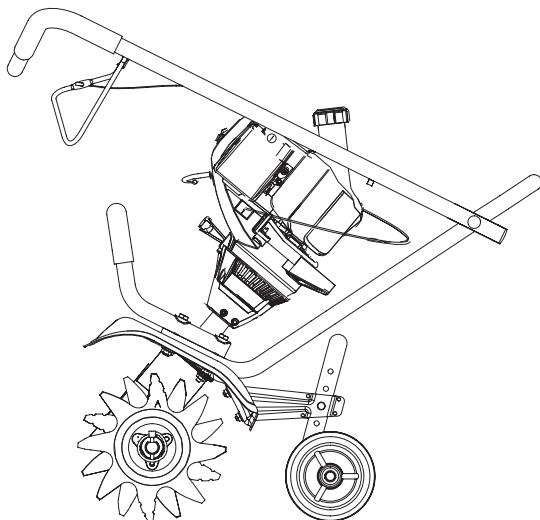

Fig. 1
- Desserrez les deux boutons à l'intérieur des poignées (Fig. 1).
- Tenez l'appareil droit et placez les poignées en position de fonctionnement (Fig. 1).